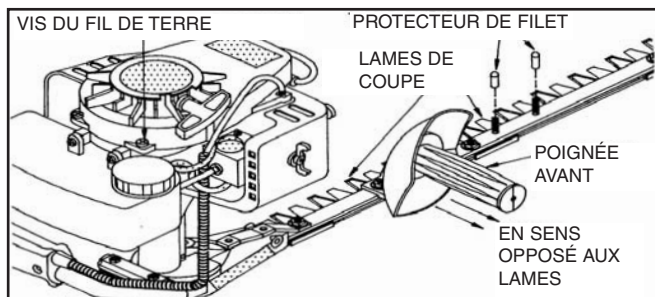

Figure 1
2. Placer la poignée avant par-dessus les deux goujons de 1/4-28 faisant saillie depuis la barre de cadre devant le carter d'engrenages. La prise de la poignée doit être dirigée en sens opposé aux lames, comme illustré (Figure 1). Sur le modèle 2230S, utiliser la série de goujons qui place la poignée dans la position la plus confortable pour vous. Placer les protecteurs de filet par-dessus la série de goujons qu'on choisit de ne pas utiliser à ce stade pour protéger les filets. Fixer la poignée en place à l'aide de deux contre-écrous à bride de 1/4-28 fournis. Les écrous doivent être suffisamment serrés pour empêcher la poignée de bouger mais pas trop serrés pour écraser le plastique.